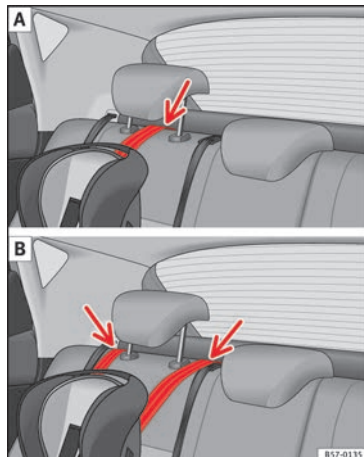

Abb. 33 Befestigungsgurt: Einstellung und Einbau je nach Top Tether-Gurt.
• Führen die den Gurt unter der Kopfstütze des Rücksitzes durch » Abb. 33 (in Abhängigkeit der Gebrauchsanweisungen des Kindersitzes ggf. Kopfstütze anheben oder entfernen).